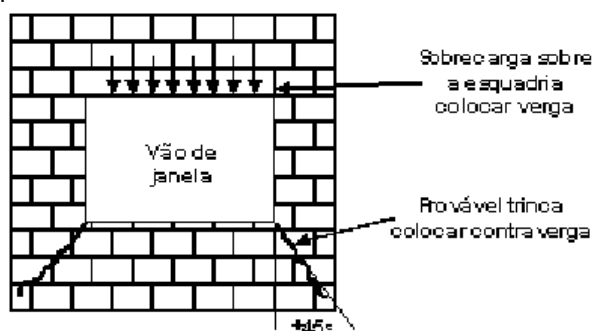
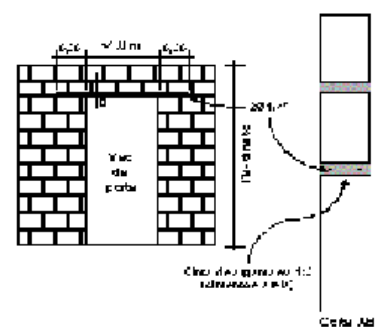

Figura 3
Figura 4
- Verga – é o elemento estrutural localizado sobre o vão de janelas (Figura 3) e portas (Figura 4), a fim de evitar a sobrecarga das esquadrias. A verga deve ultrapassar o vão cerca de 30 cm de ambos os lados, podendo ser pré-fabricada, ou moldada *in loco*.
- Contraverga – é o reforço colocado sob o vão da janela (Figura 3) com o intuito de evitar prováveis trincas.